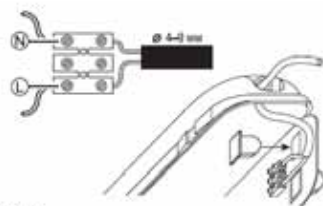

Рис. 2
5. Введите сетевые провода в корпус через гермоввод, зафиксируйте их и подключите к клеммной колодке, в соответствии с указанной полярностью клеммы L, N (Рис. 2). Проверьте надежность электрических соединений.